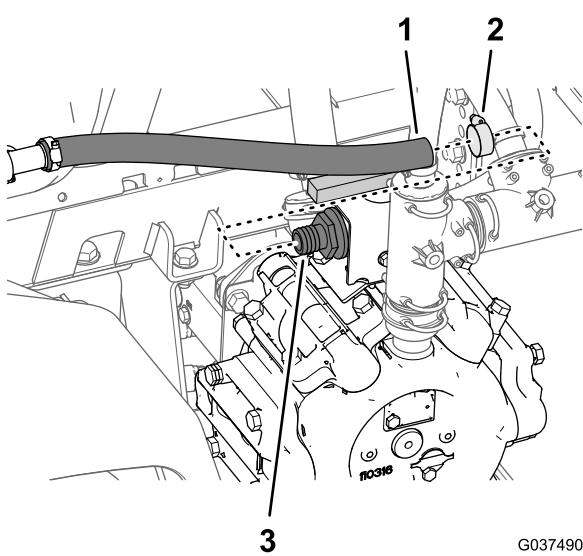

Bild 32
2. Nehmen Sie den Rührwerk-Zulaufschlauch vom gezahnten Anschlussstück ab (Bild 32).